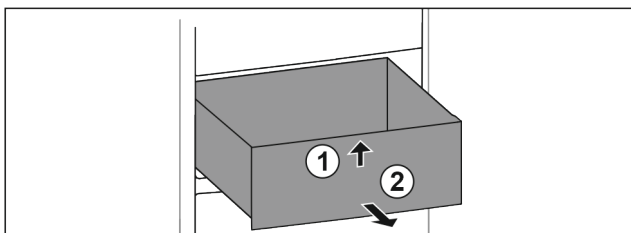

Fig. 21
- ▶ Підняти висувний ящик спереду. Fig. 21 (1)
- ▶ Вийняти висувний ящик рухом вперед. Fig. 21 (2)